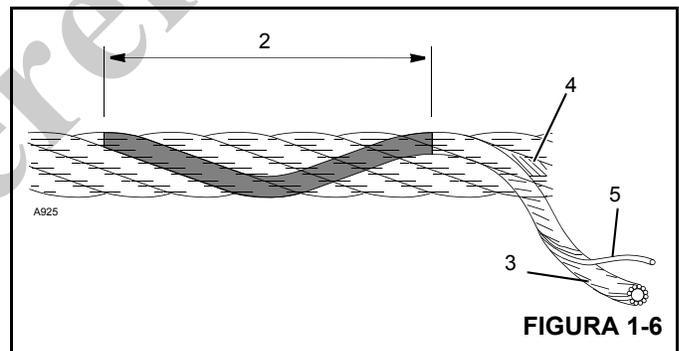

FIGURA 1-6
13. Al buscar alambres rotos (5) (Figura 1-6), alívie el cable, muévalo hacia afuera de los "puntos de recogida" y dóblelo lo más que se pueda. Utilice un punzón afilado para separar los alambres y trenzas, levantando todos los alambres que parezcan estar sueltos o que se muevan excesivamente. Los defectos del cable hacen referencia a la "longitud de sesgo" (2), que es la distancia medida a lo largo del cable en donde una trenza (3) logra una revolución completa alrededor del núcleo (4).